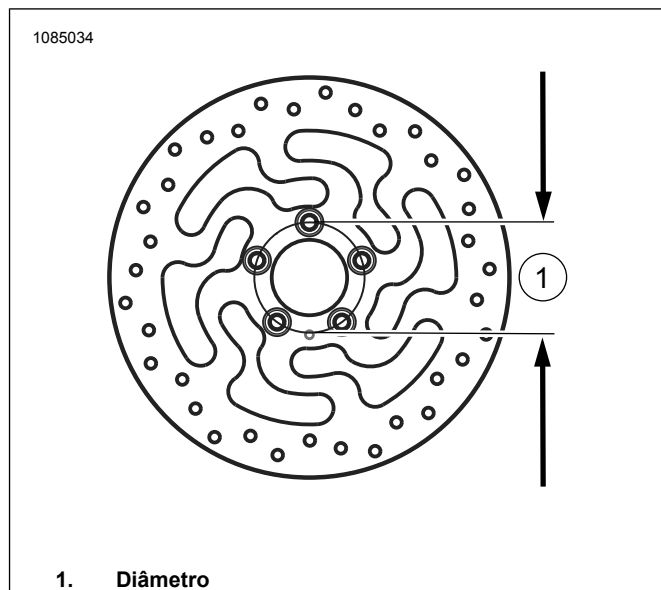

Figura 4. Diâmetro do orifício de montagem do disco
- a. Figura 4 Se o diâmetro do disco de travão dianteiro não medir 3,25 pol., descarte os discos.